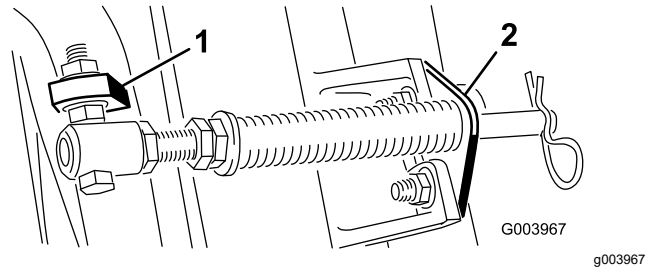

**Figura 10**
- A. Retire os 2 parafusos de carroçaria e porcas que prendem o suporte da barra aos separadores da unidade de corte (Figura 10).
- B. Retire a porca flangeada que prende o parafuso com cabeça do tubo de mola ao separador da estrutura de suporte (Figura 10).